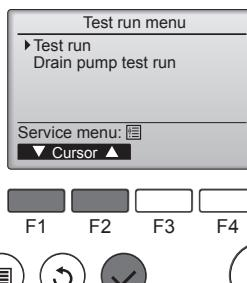

Fig. 7-2
- Dans le Menu test de fonctionnement, sélectionnez "Test run" (Test fonctions) puis appuyez sur la touche [CHOIX]. (Fig. 7-2)